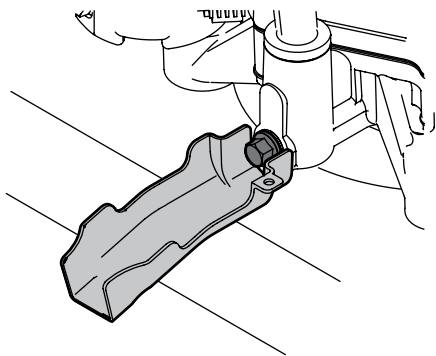

Figura 4-6
4. Coloque el extremo pequeño de la manga de drenado en el cárter de aceite. Consulte la Figura 4-6.